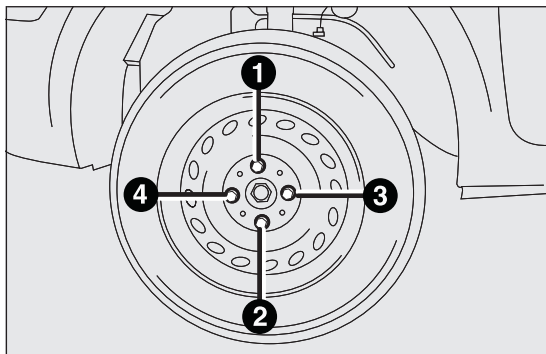

fig. 101
- stringere a fondo i bulloni, passando alternativamente da un bullone a quello diametralmente opposto, secondo l'ordine illustrato in fig. 101.
- mediante l'utilizzo della chiave in dotazione, serrare a fondo i bulloni secondo l'ordine rappresentato fig. 101;